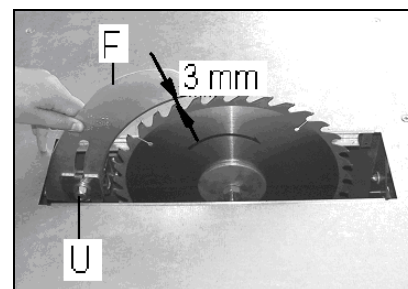

Рис. 15
Расклинивающий нож (F, Рис. 15) фиксируется 1 гайкой (U).